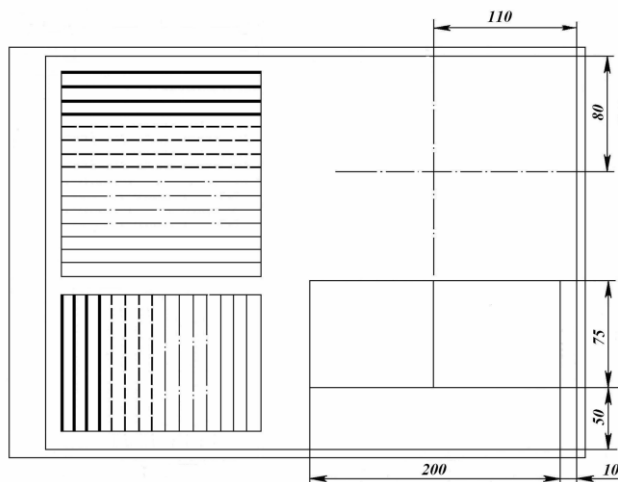

Рис.3. Начертание горизонтальных и вертикальных линий
3. Начертите горизонтальные и вертикальные линии (рис.3) с учетом соблюдения толщин различных по типу линий чертежа, используя карандаши «М», «ТМ», «Т». Интервал между линиями 10 мм. Помните, что длина штрихов и интервалы между ними имеют определённые размеры; штрихпунктирная линия должна заканчиваться штрихом, а не точкой.